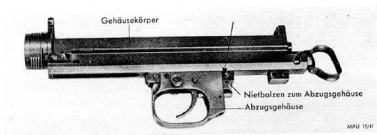

Abb. 41: MG 81; Heraus schlagen der Nietbolzen zum Abzugsgehäuse für Einzelabzug
5. Abnehmen des Abzuges (Abb. 41 u. 42)